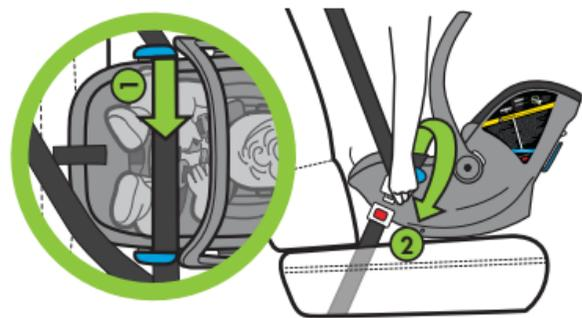

Figure 66
- Faites passer la partie sous-abdominale de la ceinture du véhicule dans les deux guides de ceinture DUA/sous-abdominale bleus du véhicule (1) et bouclez la ceinture du véhicule (2) comme indiqué à la **Figure 66**. NE sortez PAS la ceinture du véhicule jusqu'au bout pendant cette étape.